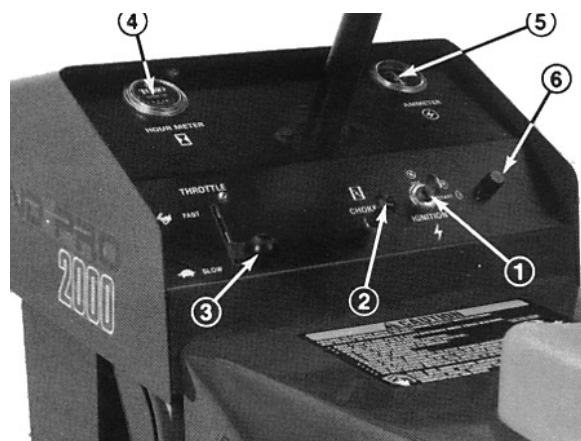

Fig. 6
Tændingskontakt (fig. 6)—Tændingsnøglen bruges til at starte og standse motoren. Den har 3 stillinger: AFBRUDT (OFF), KØRSEL (RUN) og START. Nøglen drejes med uret—START-stilling—for at aktivere startmotoren. Så snart motoren starter, skal nøglen slippes. Nøglen bevæger sig automatisk til TILSLUTTET (ON). Motoren afbrydes ved at dreje nøglen mod uret til AFBRUDT (OFF).
Choker (fig. 6)—Når man ønsker at starte en kold motor, skal karburatorens gasspjæld lukkes ved at trække chokeren ud til TILSLUTTET (ON). Når motoren starter, reguleres chokeren, så motoren bliver ved med at gå jævnt. Så snart det er muligt, åbnes chokeren ved at skubbe den nedad til AFBRUDT (OFF). En varm motor behøver ikke ret meget eller slet ingen choker.
Gashåndtag (fig. 6)—Håndtaget er forbundet med gasspjældsforbindelsen til karburatoren og aktiverer denne. Gashåndtaget har to stillinger: LANGSOMT (SLOW) og HURTIGT (FAST). Motorhastigheden kan varieres mellem disse to indstillinger.
Timetæller (fig. 6)—Registrerer det totale antal timer, motoren har været i brug. Timetælleren starter, når tændingsnøglen drejes til TILSLUTTET (ON).
Amperemeter (fig. 6)—Amperemeteret angiver batteriets opladnings- eller afladningstilstand.